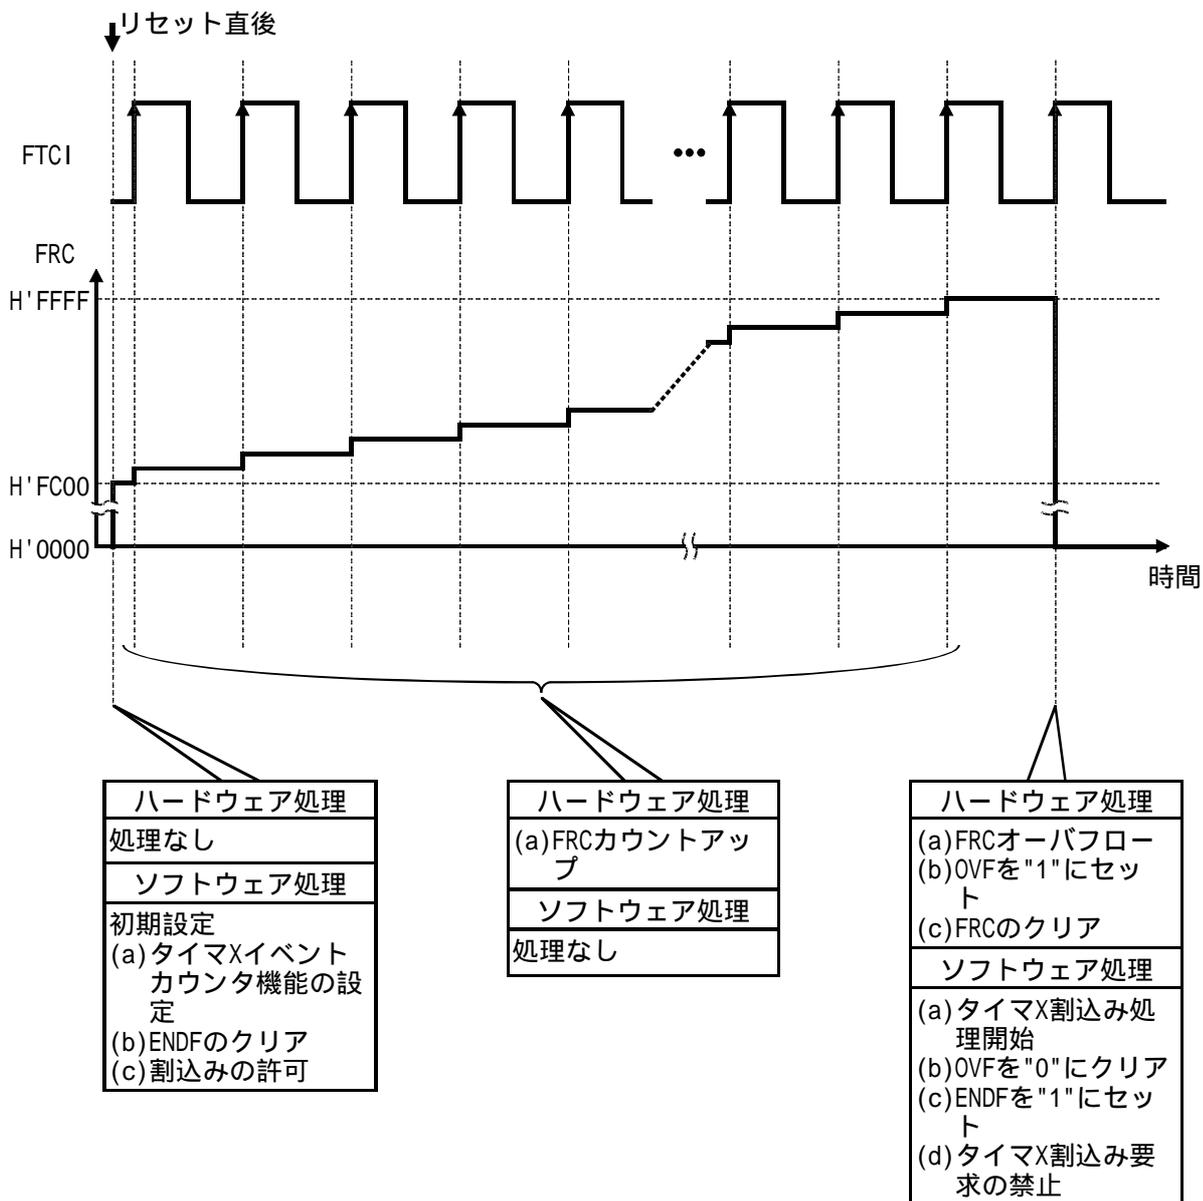

図2 タイマX16ビットイベントカウンタ機能による入力パルス数の測定動作原理
(1) 図2に動作原理を示します。図2に示すようなハードウェア処理、およびソフトウェア処理によりタイマXイベントカウンタ機能による入力パルス数の測定を行ないます。